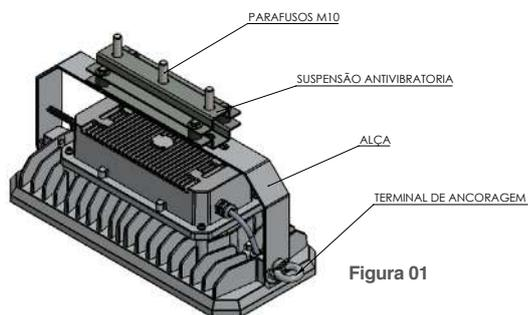

Figura 01
- Coloque o parafuso no orifício da alça de fixação para a regulação de ângulo desejada, aperte-o utilizando uma chave Allen. Veja figura 01 e 02.